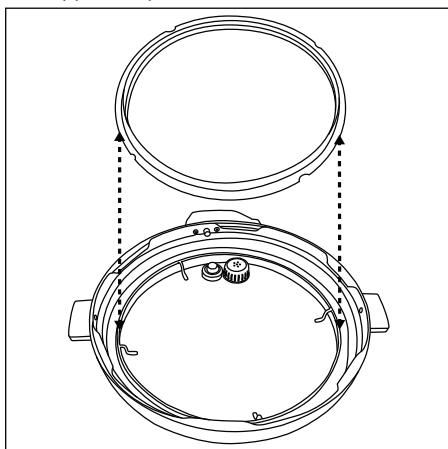

Fig. 4
- 4) Placez le joint d'étanchéité ② dans le couvercle ⑤ (fig. 4). Contrôlez si le joint d'étanchéité ② est correctement positionné dans le support ③. Une rainure se trouve au centre du joint d'étanchéité ②. Poussez entièrement le joint d'étanchéité ② derrière le support ③ correspondant de manière à ce que le support ③ pénètre dans cette rainure.